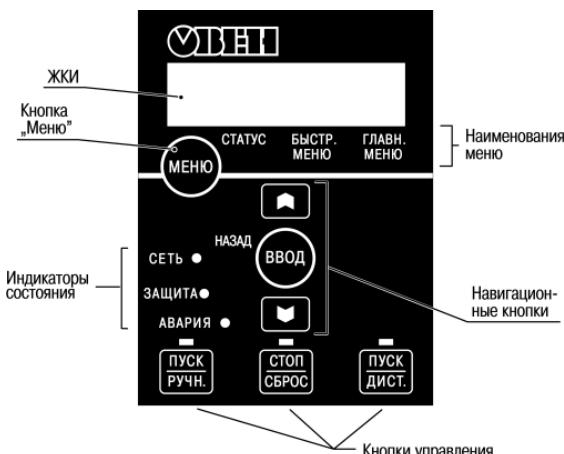

Рисунок 3.5 Локальная панель оператора:
- ЛПО1 - с поворотным потенциометром, рисунок 3.5(а) Поворотный потенциометр может функционировать в качестве органа управления местным (текущим) заданием, в режиме «ПУСК/РУЧН», либо в качестве программируемого аналогового входа, в режиме «ПУСК/ДИСТ».
- ЛПО2 – с электронным потенциометром на навигационных кнопках « $[\blacktriangle][\nabla]$ » (вместо поворотного потенциометра) в качестве органа управления местным (текущим) заданием в режиме «ПУСК/РУЧН», рисунок 3.5(б). В режиме «ПУСК/ДИСТ» кнопками можно выбирать странички ЖКИ.